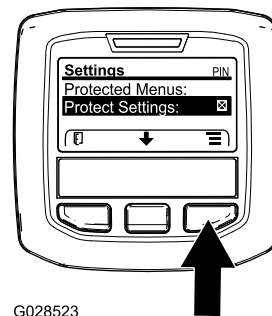

Figure 37
1. Accédez au menu protégé et déverrouillez le sous-menu protégé des réglages (Figure 37); voir Accès aux menus protégés (page 20).